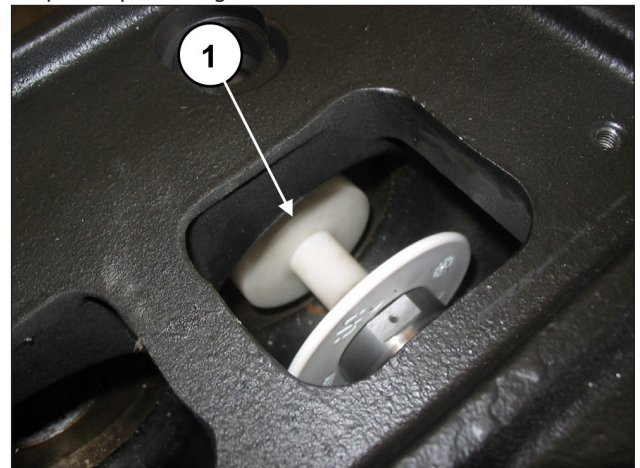

Fig. 134
Gire manualmente o eixo, de modo a trazer os três pistões progressivamente na posição de ponto morto superior e insira a ferramenta do tampão, cód. 27516600 entra a guia do pistão e o pistão (pos. ①, Fig. 134).